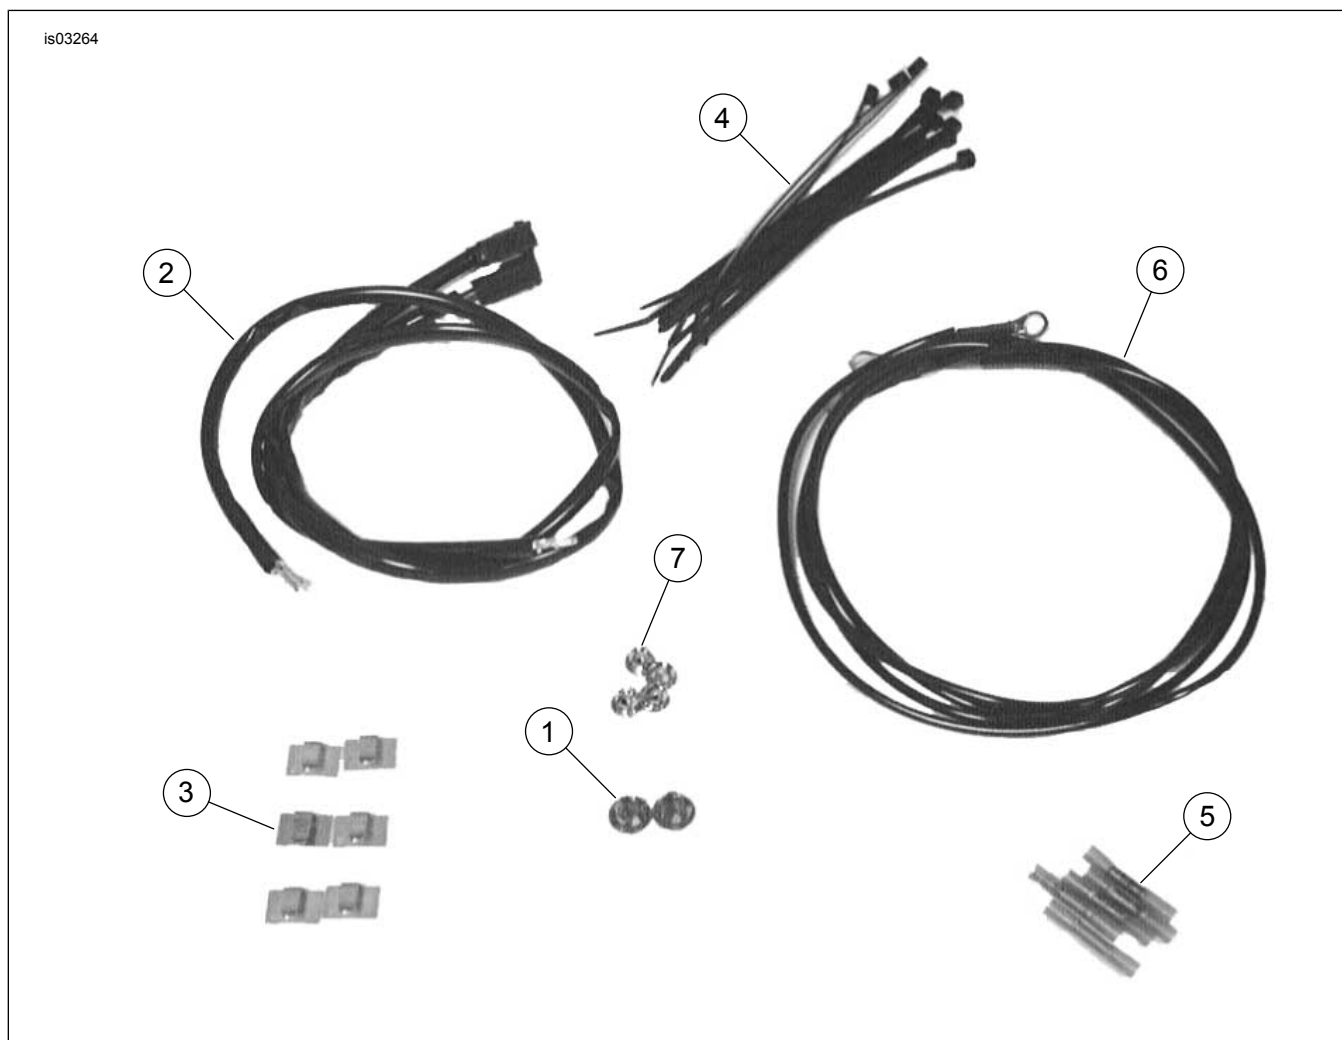

Figura 20. Peças de reposição: kit de fiação do pisca-pisca (72509-00)
1. Veja a Figura 20. Instale terminais nos conectores do pisca-pisca (2-lugares) nos locais observados anteriormente. Consulte a seção CONECTORES ELÉTRICOS AMP MULTILOCK do Manual de serviço.
2. Conecte a metade fêmea do conector do pisca-pisca na metade macho no chicote de fios (2).
- a. Meça e corte uma seção de fio do chicote de fios ( Figura 20, item 2) fornecido no kit.
- c. Usando conectores de luva de emenda ( Figura 20, item 5), emende o fio auxiliar entre o fio original e a extremidade do terminal.